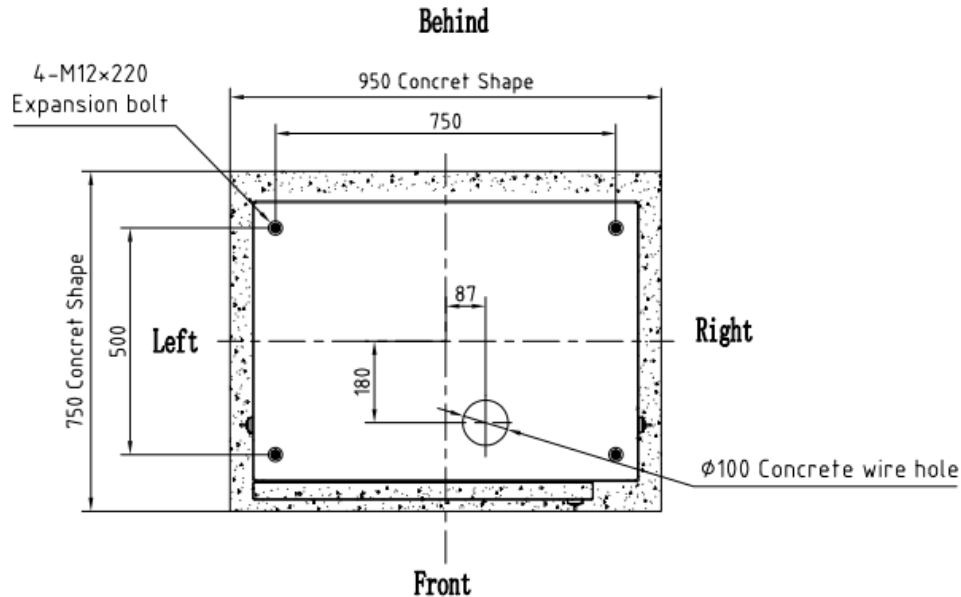

Figura 3 Dimensi ón de instalaci ón de la base
2) Las dimensiones de montaje de la base se muestran en la figura 3: